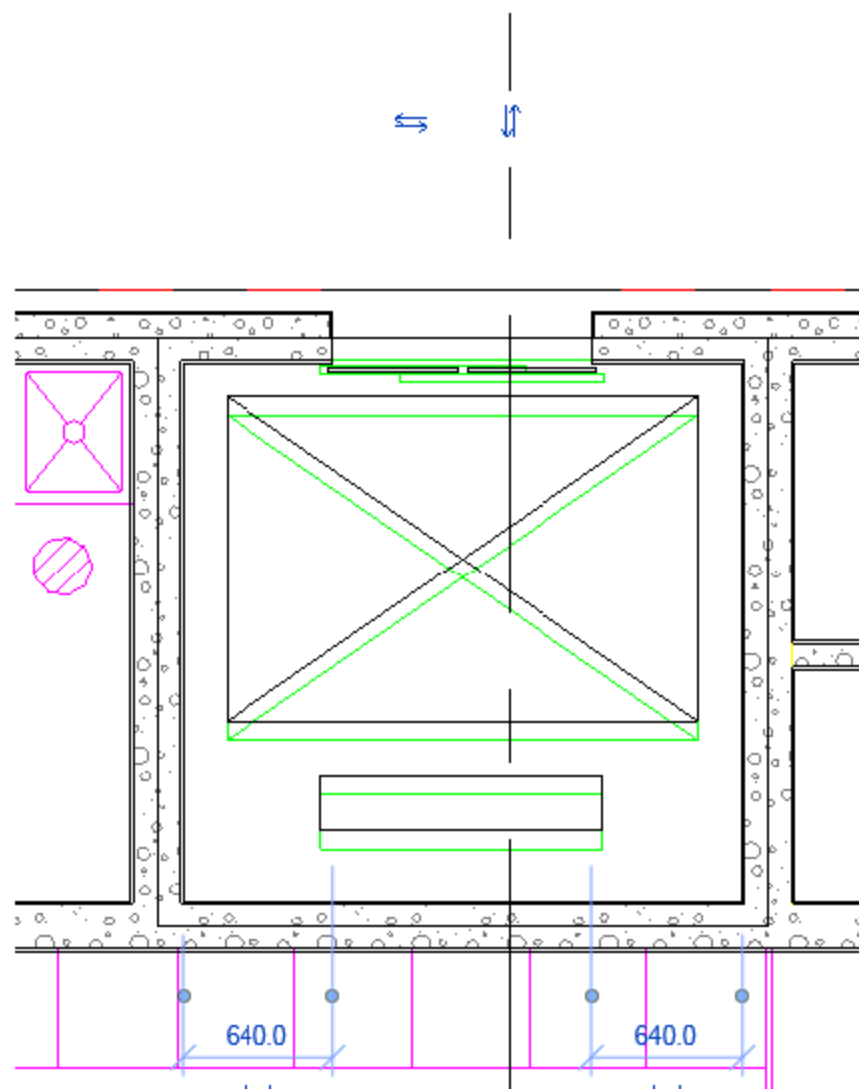

图 10.4.67 插入 2 号电梯族
(3) 插入 2 号电梯族。电梯的插入采用门的方式插入，选择“建筑”→“门”命令（或者按快捷键 D+R），底标高为“0”，在相应对准的地方插入族，插入对齐后如图 10.4.67 所示。